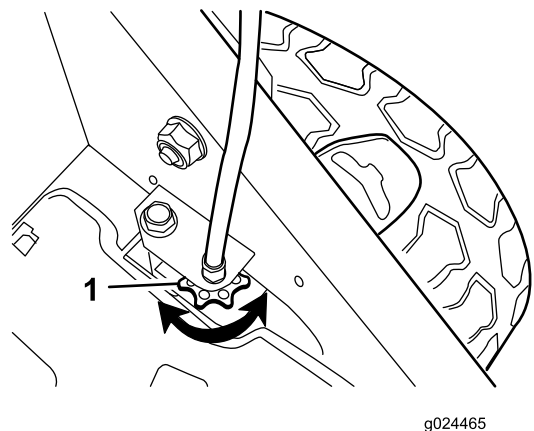

Figure 19
- Si les roues ne tournent pas quand vous engagez la barre de commande d'autopropulsion, la courroie de déplacement n'est pas assez tendue. Tournez une fois la molette de commande des roues (Figure 19) dans le sens horaire et répétez les opérations 3 à 5.
molette de commande des roues (Figure 19) dans le sens antihoraire et répétez les opérations 3 à 5.